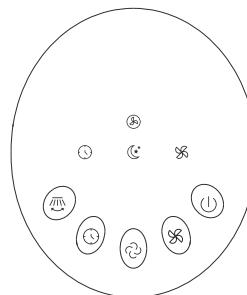

Fig. 6
4.2 Pulsanti sul pannello di controllo del corpo del ventilatore (Fig. 6)